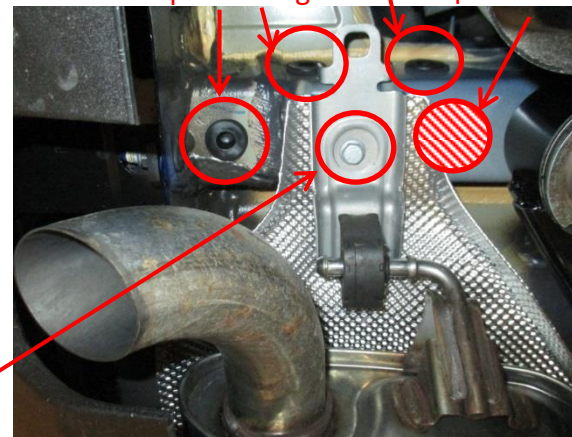

Figura 2
- Aflojar el guardabarros del alojamiento de la rueda para facilitar la instalación:** Usar un destornillador Phillips y una llave de 10 mm para quitar (4) pernos y (1) tuerca de brida de plástico del guardabarros del alojamiento de la rueda en el lado del pasajero.
- Extracción de los tapones de goma:** Usar un destornillador de cabeza plana para extraer (1) tapón del larguero del bastidor inferior y (2) tapones del larguero del bastidor exterior en cada lado, ver la **Figura 2**. **Nota:** Para los modelos con gancho de remolque de fábrica, usar una llave de 21 mm para extraer los pernos M14 en estas ubicaciones y guardarlos para su reinstalación. **Ignorar el paso 3.**
- Perforar el orificio de acceso para los fijadores:** Localizar el área entre el soporte del colgante del escape y el montaje de suspensión sobre el larguero del bastidor y usar una sierra de copa de 1" para perforar un orificio de acceso en cada lado, ver la **Figura 2**. Usar alicates para doblar el borde del protector de calor hacia abajo, si es necesario.
- Bajar el colgante del escape y limpiar la masilla:** Usar una llave de 13 mm para extraer (1) perno del colgante del escape de cada lado y bajar el silenciador temporalmente, ver la **Figura 2**. Usar un soporte para evitar que el silenciador sufra daños. Usar un cuchillo para quitar la masilla, cerca de los orificios de montaje y doblar levemente el borde del protector de calor hacia abajo en cada lado, ver la **Figura 3**.
4. Bajar el colgante del escape y limpiar la masilla: Usar una llave de 13 mm para extraer (1) perno del colgante del escape de cada lado y bajar el silenciador temporalmente, ver la **Figura 2**. Usar un soporte para evitar que el silenciador sufra daños. Usar un cuchillo para quitar la masilla, cerca de los orificios de montaje y doblar levemente el borde del protector de calor hacia abajo en cada lado, ver la **Figura 3**.
2. Extracción de los tapones de goma: Usar un destornillador de cabeza plana para extraer (1) tapón del larguero del bastidor inferior y (2) tapones del larguero del bastidor exterior en cada lado, ver la **Figura 2**. **Nota:** Para los modelos con gancho de remolque de fábrica, usar una llave de 21 mm para extraer los pernos M14 en estas ubicaciones y guardarlos para su reinstalación. **Ignorar el paso 3.**
3. Perforar el orificio de acceso para los fijadores: Localizar el área entre el soporte del colgante del escape y el montaje de suspensión sobre el larguero del bastidor y usar una sierra de copa de 1" para perforar un orificio de acceso en cada lado, ver la **Figura 2**. Usar alicates para doblar el borde del protector de calor hacia abajo, si es necesario.